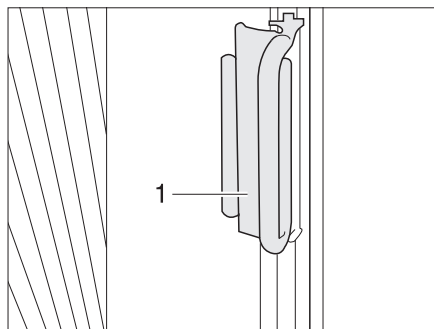

Fig. 8 Poignée du dispositif occultant plissé pour la fenêtre côté conducteur/passager
- Faire glisser les dispositifs occultants plissés pour les fenêtres côté conducteur et passager sur le module rapporté avec la poignée (Fig. 8,1). Le dispositif occultant plissé est bloqué.